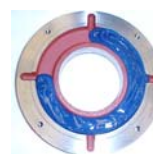

Figure 7.3: Chapeau de palier externe
- Remplir jusqu'aux $\frac{3}{4}$ des dépôts des chapeaux de paliers intérieurs et extérieurs avec la graisse recommandée (Figure 7.3) et lubrifier le palier à rouleaux avec suffisamment de graisse avant de le monter;